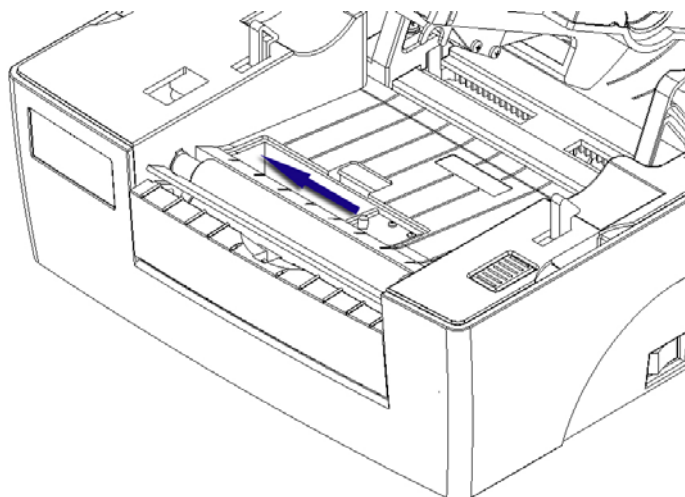

图 6.2-2
- 3) 拉动传感器扳手，移动传感器到要求的位置（如黑标的下方）（见图 6.2-2）；